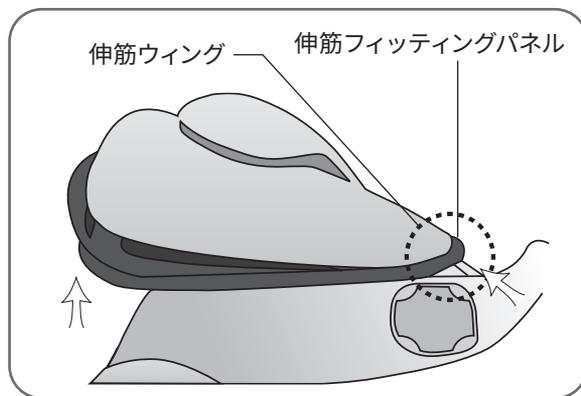

図 5-8: 伸筋フィッティングパネルの再取り付け
1. 装具のウイングを開いた状態で、伸筋フィッティングパネルを伸筋ウイングに合わせます。図 5-8 を参照してください。